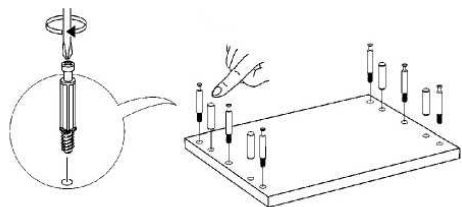

Рис. 3 - Установка шкантов и штоков эксцентриков
2.1 Ввинтите в нижний щит с утолщением (2), крышку с утолщением (6), боковые стенки (3,4), перегородку (5) штоки эксцентриков, а также вставьте шканты. (Рис.3).